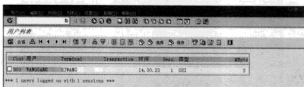

图 4-79 “用户列表”界面
STEP 1 在命令栏中输入 SM04 命令，进入“用户列表”界面，如图 4-79 所示。